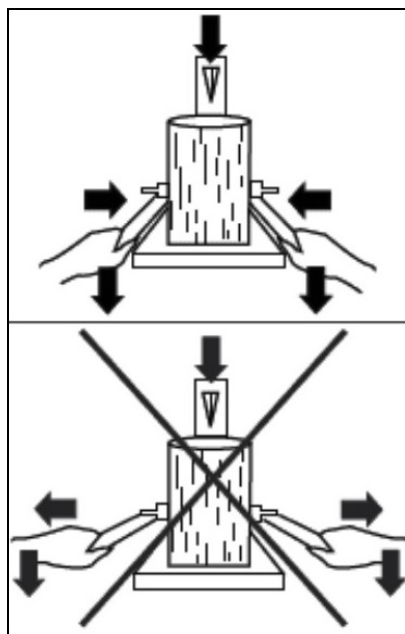

Рис. 8 Правильное положение рычагов управления при расколе
3. Сведите рычаги управления друг к другу так, чтобы захваты надежно удерживали бревно в вертикальном положении (Рис. 8).